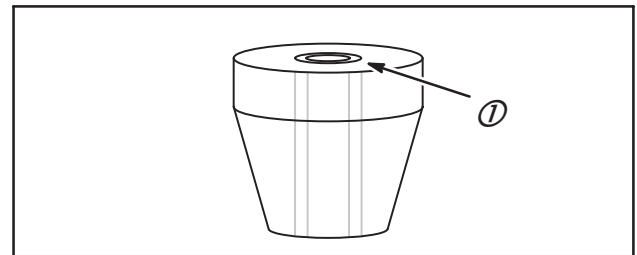

Fig. 11
NOTE : Un guide Réf. : 19191 peut être modifié pour obtenir un alignement plus précis avec le siège de soupape. Réaléser avec l'alésoir Réf. : 19064. Utiliser le pose-guide Réf. : 19065 ou 19274 ou 19367 pour presser un guide Réf. : 63709 (1) et finir avec l'alésoir de finition Réf. : 19066, Fig. 11.
11. Finir avec l'alésoir de finition **Réf. : 19066**, et le guide **Réf. : 19191**, modifié comme pilote, Fig. 11.